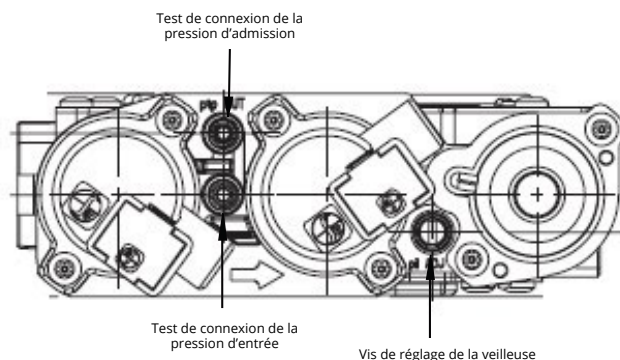

Figure 28. Réglage de la veilleuse sur la soupape de gaz à TIA Proflame 2.
- Repérez la vis de réglage de la veilleuse. (*Consultez la figure 28*)